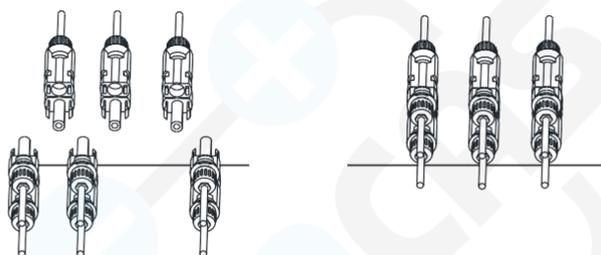

Imagen 3.6 Conexión de entrada de DC
d) Finalmente, inserte el conector de DC en la entrada positiva y negativa del inversor, como se muestra en la imagen 3.6